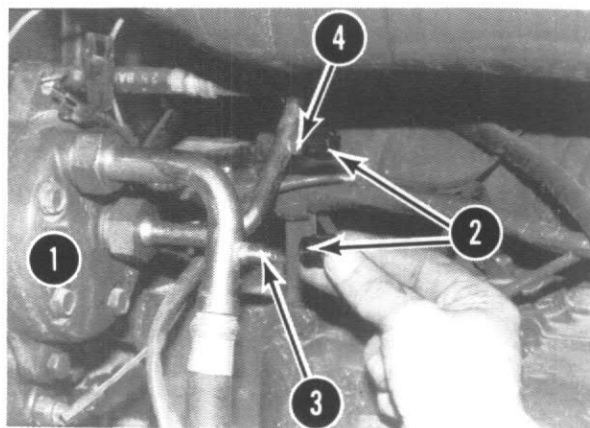

FIGURE 63
Retirez les capuchons des orifices de service (2), fig. 63, et gardez - les pour leur remontage.